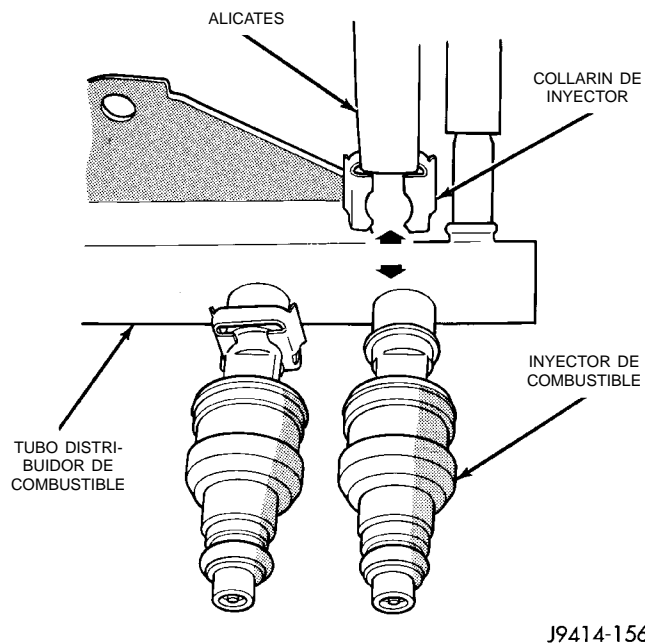
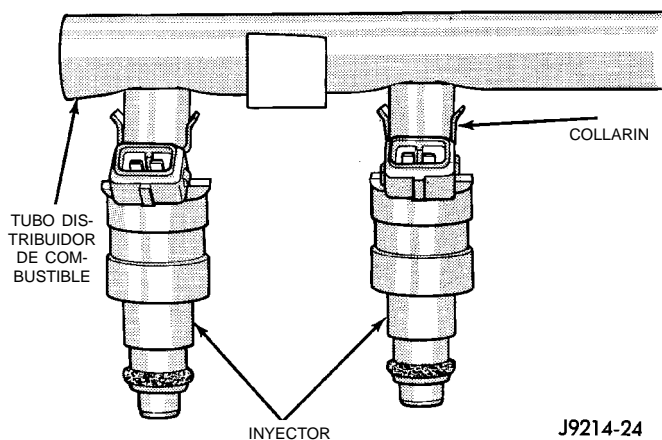

Fig. 34 Collarines de retención del inyector—Característico
Fig. 33 Instalación de inyectores de combustible—Característico
(9) Con suavidad, balancee y tire del distribuidor de combustible **izquierdo** hasta que los inyectores comiencen a separarse del tubo múltiple de admisión. Con suavidad balancee y tire del tubo distribuidor **derecho** hasta que los inyectores comiencen a separarse del tubo múltiple de admisión. Repita este procedimiento (izquierdo/derecho) hasta que todos los inyectores se hayan separado del múltiple de admisión.
(10) Retire del motor el tubo distribuidor de combustible (con inyectores conectados).
(11) Retire los collarines que retienen a los inyectores en el tubo distribuidor de combustible (Fig. 33) o (Fig. 34).
(3) Retire el o los collarines que retienen a los inyectores en el tubo distribuidor de combustible (Fig. 33) o (Fig. 34).
(4) Retire el o los inyectores del tubo distribuidor de combustible.